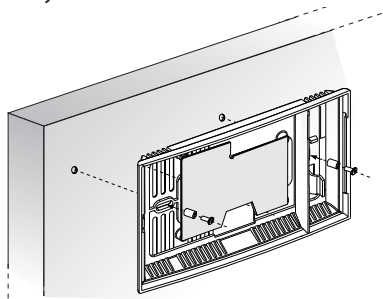
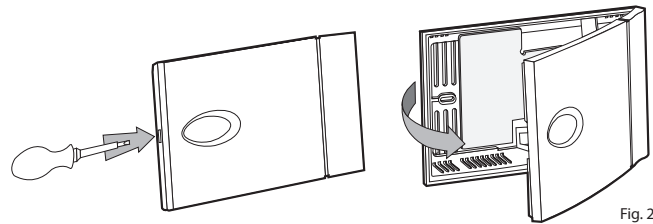

Fig. 1
Fig. 2
- Per l'apertura della sonda si procede come indicato (fig. 2) e per il montaggio come in fig. 1:
- **Avvertenza:** per non danneggiare il sensore e le connessioni durante l'installazione si consiglia l'uso dei distanziali (fig. 1), il sensore e la protezione metallica non deve essere rimossi per l'installazione.